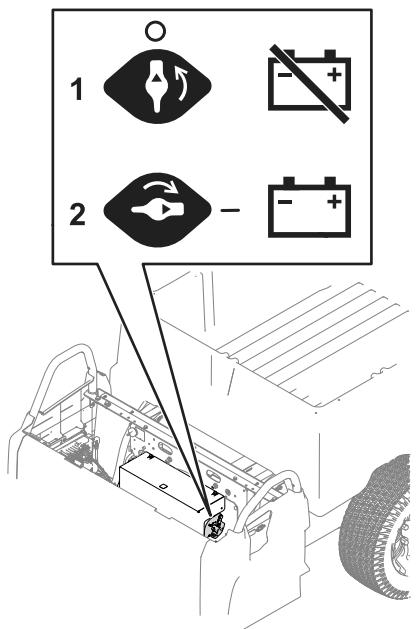

図44
- 図44のように、バッテリー遮断スイッチを希望位置にセットする。